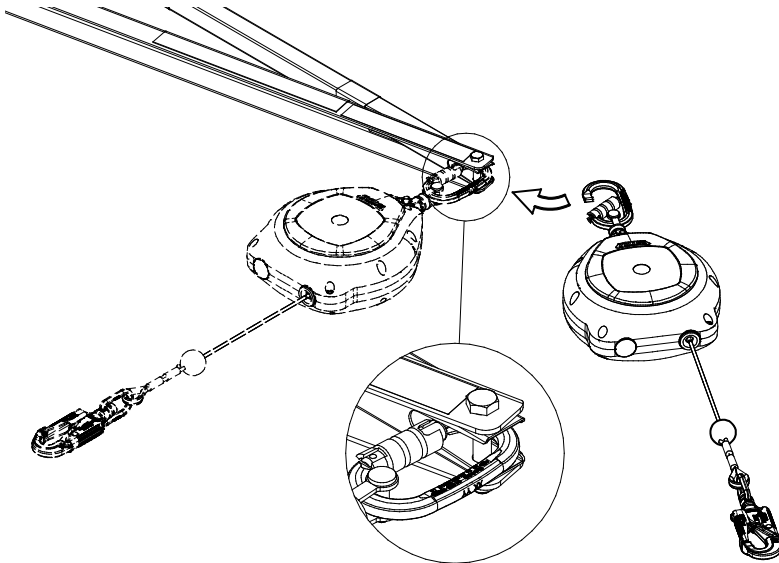

Abbildung 29. Anbringen eines Höhensicherungsgeräts Falcon (6,2 m).
- 10.2 Schließen Sie das Höhensicherungsgerät an. Stellen Sie sicher, dass die Komponente korrekt angebracht und am SkyReach Anker befestigt ist. Abbildung 29 zeigt, wie das 6,2 m lange Höhensicherungsgerät Falcon an der Verankerung befestigt ist.